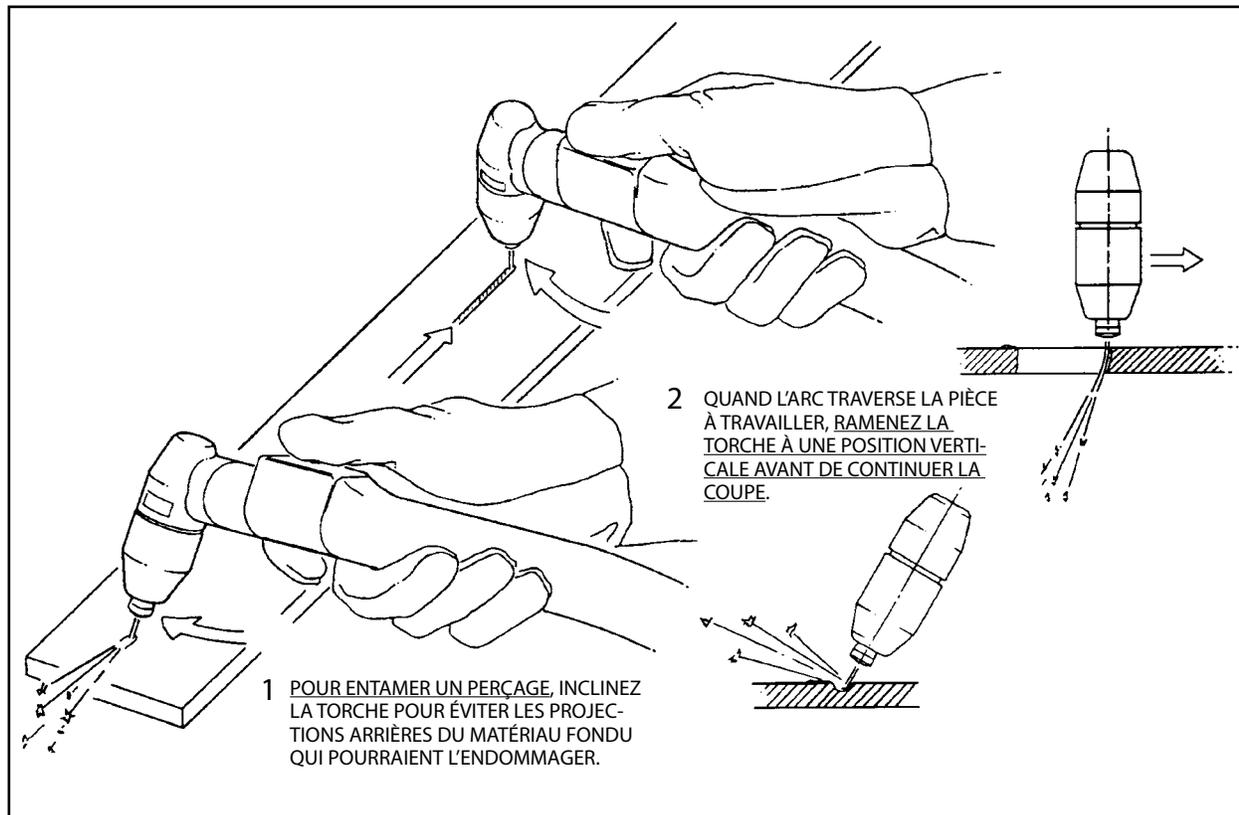

Figure 3-4 Technique de perforation à l'aide de la PT-31XL
1. Perçage - des matériaux peuvent être percés avec la torche touchant la pièce à travailler. Lors du perçage de matériaux plus épais de 6,4 mm (0,25 po) ou plus, soulevez immédiatement la torche à une distance de 1,6 mm (0,06 po) après le démarrage de l'arc de coupe. Ceci réduira le risque que les éclaboussures entrent dans la torche et évitera la soudure éventuelle de l'extrémité à la plaque. La torche doit être maintenue à un angle d'environ 30° au démarrage du perçage. Une fois le perçage terminé, ramenez la torche en position verticale et continuez la coupe en déplaçant la torche le long de l'objet. Consultez la figure 3-4.